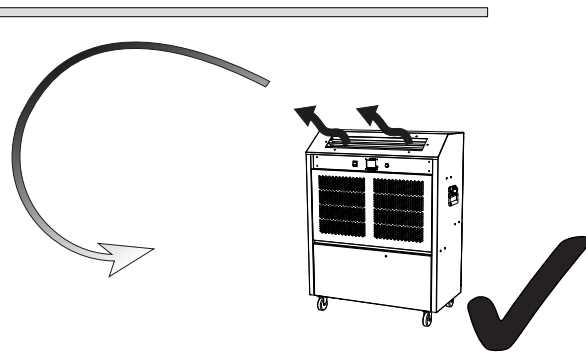

Fig. 5
**Fig. 5 :** Idéalement, l'air doit être dirigé de sorte à créer une « enveloppe » d'air froid à travers la zone du plafond, afin de favoriser une convection naturelle pour répartir l'air sur l'ensemble de la zone à très basse vitesse.